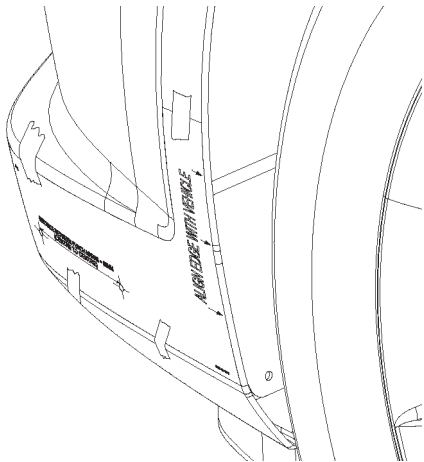

FIGURA 33
7. Alinee la plantilla, péguela al salpicadero del vehículo, marque las ubicaciones de los 2 agujeros usando un punzón de centras, retire la plantilla y perfore 2 agujeros de 3/16" en el salpicadero del vehículo. Consulte la figura 33.